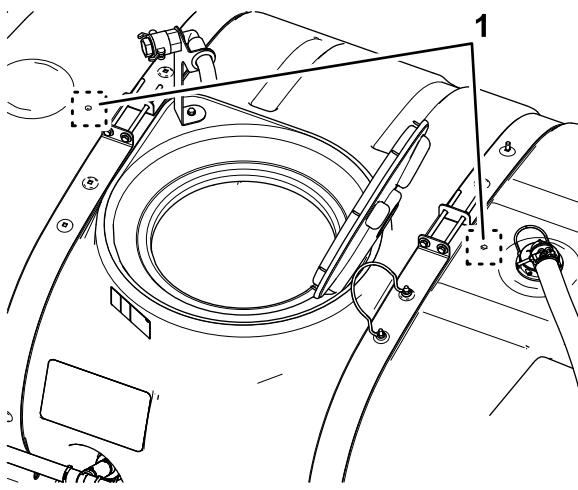

Figura 17
- Individuate i 2 segni di foratura sul serbatoio principale (Figura 17).